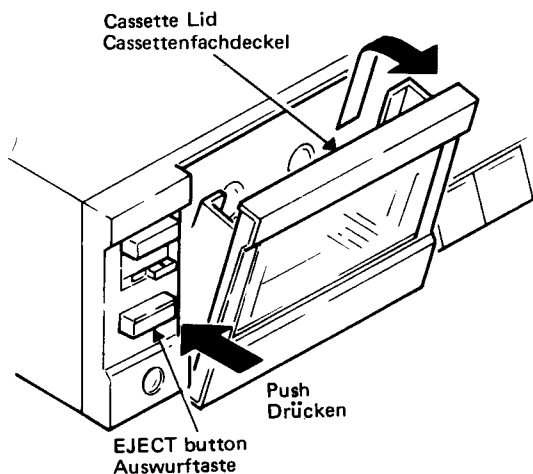

Fig. 2 Abb. 2
(3) Cassette lid (Fig. 2)
(3) Cassettenfachdeckel (Abb. 2)